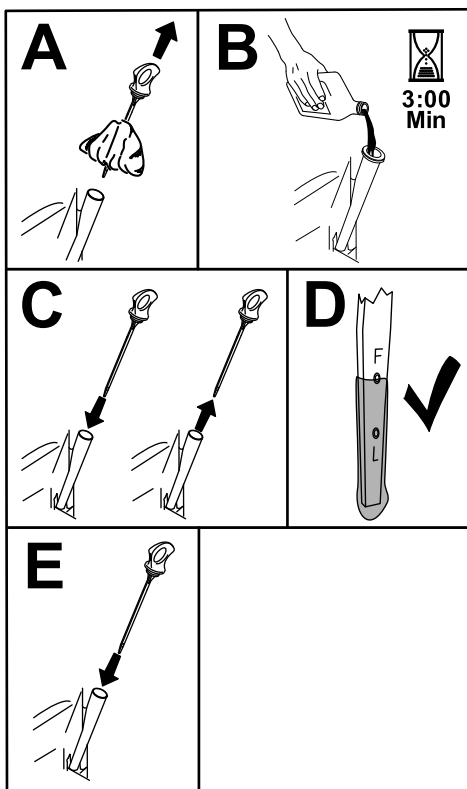

Figura 49
5. Vierta lentamente un 80% aproximadamente del aceite especificado por el tubo de llenado, luego añada lentamente el resto del aceite hasta que llegue a la marca Lleno (Figura 49).